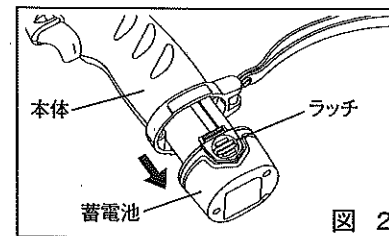

図2
- ① 蓄電池のラッチ部を押しながら蓄電池を本体から取外します。(図2)